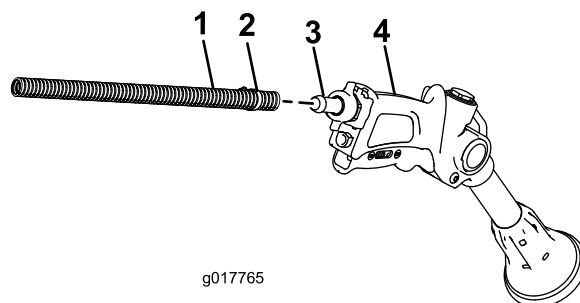

Figure 41
2. Connectez l'extrémité libre du long flexible au raccord du pistolet pulvérisateur (Figure 41).